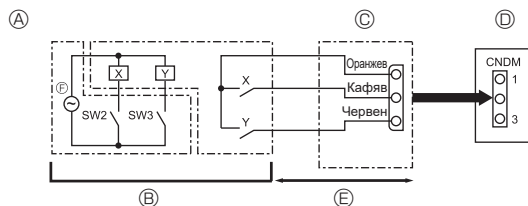

Fig. 9-2
9.2. Функция за заявяване на енергия (модификация на място) (Fig. 9-2) (само за климатици)